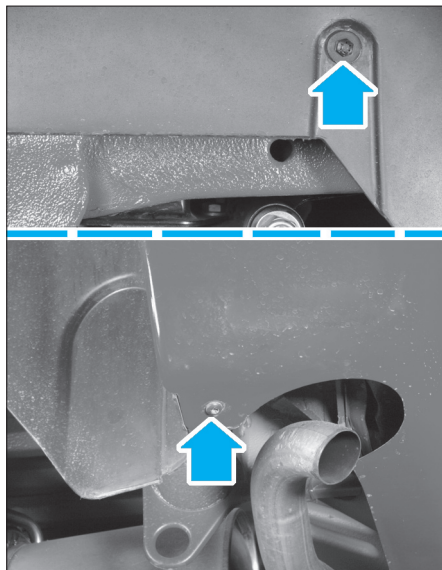

FIG. 69
- Déposer partiellement les pare-boue arrière (Fig.69).